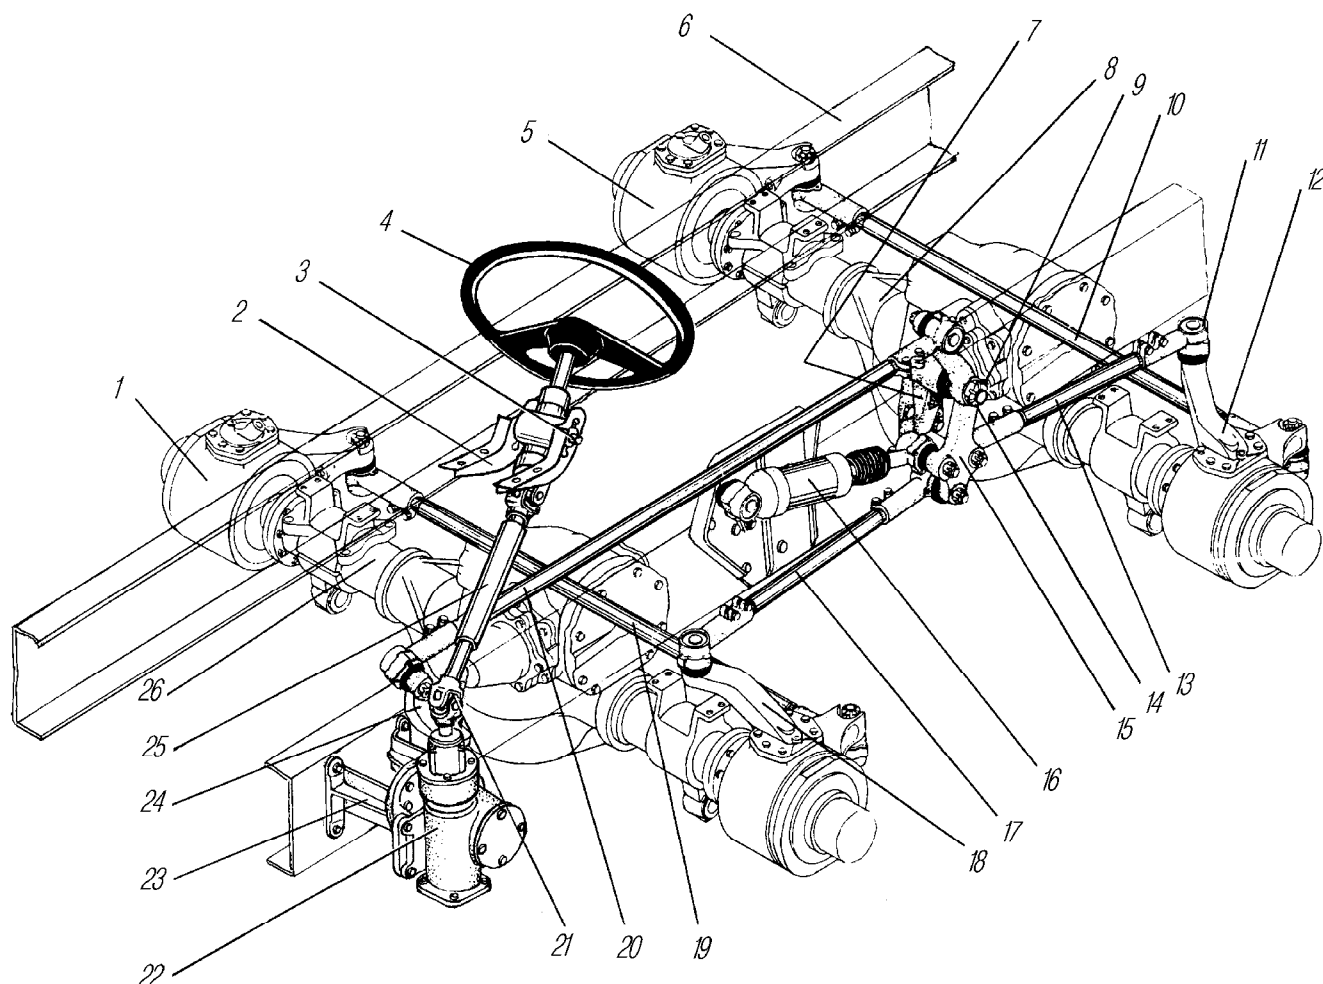
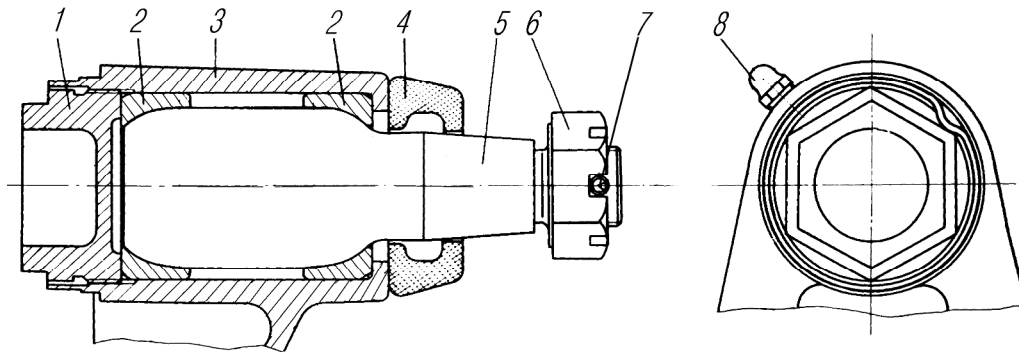
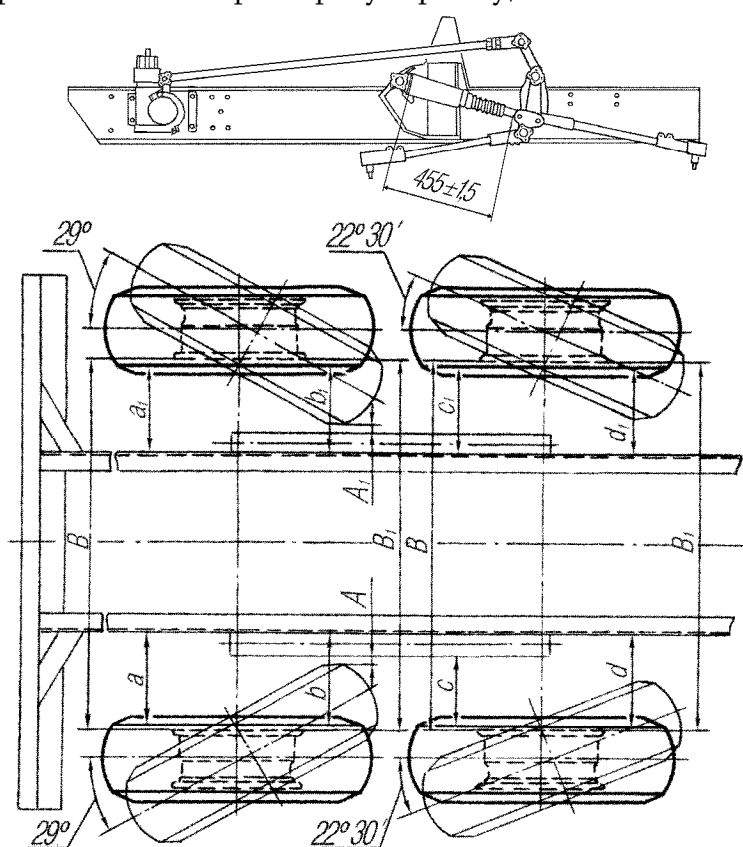

Рис. 50. Рулевое управление (без гидросистемы):
Рис. 57. Кронштейн маятникового рычага с осью:
Рис. 59. Установка управляемых колес
Рулевое управление состоит из рулевой колонки, рулевого механизма, рулевого привода и гидроусилителя (рис. 50).
В начальный момент перемещения, когда давление в гидросистеме невелико, усилие на рулевом колесе, в основном, создается за счет закручивания торсиона, который непосредственно воздействует на вал 15. Винтовое соединение при этом перемещает золотник и практически не нагружается. При смещении золотника, величина которого ограничена зазором «t» в шлицевом соединении, прекращается доступ рабочей жидкости к кольцевой канавке «f». Жидкость от насоса подается к средней канавке «е», а затем через канал «d» в корпусе и далее по трубопроводу поступает в бесштоковую полость усилительного механизма 16 (см.рис. 50).
Кронштейн маятникового рычага с осью 5 (рис. 57) вращается во вкладышах 2, установленных в кронштейне 3 по прессовой посадке. Для регулировки зазора и компенсации износа узла имеется гайка 1. Самоотвинчивание гайки предотвращается обжатием бурта кронштейна 3 на любую грань гайки. Вкладыши 2, защитное кольцо 4, гайка 6 и шплинт 7 унифицированы с аналогичными деталями реактивных штанг подвесок автомобиля. На коническую поверхность оси устанавливается маятниковый рычаг 15 (см.рис. 50), крепящийся гайкой 14, которая стопорится шплинтом 9.
Тяги 10, 13, 17, 19 (см.рис. 50) - регулируемые по длине. Шарниры рулевых тяг и усилительного механизма с кольцевыми вкладышами 9 и 10 (рис. 58). В процессе эксплуатации шарниры не регулируются. В новых шарнирах до-
Перед регулировкой рулевого механизма слить масло из рулевого механизма, отвернув сливную пробку, отсоединить трубопроводы, снять рулевой механизм 22 (см.рис. 50) с сошкой и карданным шарниром 21.
- проверить и при необходимости отрегулировать величину схождения управляемых колес первого и второго передних мостов, для чего замерить размер В (рис. 59) по бортам ободьев колес на уровне оси колеса, отметить точки замеров и, не меняя положения рулевого колеса, переместить автомобиль вперед на такое расстояние, чтобы точки замеров оказались сзади, и замерить размер В₁. Размер В₁ должен быть больше размера В на 1- 3 мм. Величину схождения регулировать изменением длины тяг 10 и 19 (см.рис. 50), предварительно ослабив болты наконечников. После регулировки болты затянуть. В случае, если наружные левые поверхности шин передних (первого и второго) мостов явно находятся не в одной плоскости, установить сначала колеса переднего первого моста в положение прямолинейного движения и отрегулировать схождение колес этого моста, затем выставить колеса переднего второго моста и отрегулировать схождение колес этого моста;
- проверить положение колес переднего первого моста. Колеса должны находиться в положении, соответствующем прямолинейному движению (разность размеров от края беговой дорожки протектора шины до стенки лонжерона рамы сзади и спереди оси колеса должна быть одинаковой для левого и правого колес ($b - a = b_1 - a_1$ с точностью 2 мм, не более, см.рис. 59). Измерения проводить на уровне 50- 100 мм выше нижних полок лонжеронов рамы. В случае, если разности размеров отличаются более, чем на 2 мм, изменением длины тяги 17 (см.рис. 50) установить колеса переднего первого моста в положение прямолинейного движения, предварительно ослабив болты наконечников. Для увеличения длины тягу вращать против часовой стрелки, если смотреть в направлении движения автомобиля вперед. В процессе регулировки может произойти смещение маятникового рычага, поэтому проверить и при необходимости откорректировать рулевым колесом положение маятникового рычага и повторить регулировку;
- при положении маятникового рычага и колес переднего первого моста, соответствующем прямолинейному движению, проверить положение колес переднего второго моста. Колеса должны находиться в положении, соответствующем прямолинейному движению ($d - b = d_1 - b_1$, см.рис. 59). Измерения проводить так же, как для первого моста. В случае, если разности размеров отличаются более, чем на 2 мм, изменением длины тяги 13 (см.рис. 50) установить колеса переднего второго моста в положение, соответствующее прямолинейному движению. Для увеличения длины тягу вращать также против часовой стрелки, если смотреть в направлении движения автомобиля вперед. При необходимости откорректировать рулевым колесом положение маятникового рычага и повторить регулировку;
Регулировку величины момента проворота оси 5 (см.рис. 57) маятникового рычага выполнять при снятом с автомобиля кронштейне маятникового рычага с осью. Ось должна быть установлена во вкладышах 2 без ощутимого осевого люфта. Момент проворота оси должен быть в пределах 4- 8 Н.м (0,4- 0,8 кгс.м). Регулировку обеспечить с помощью гайки 1. В случае проворачивания оси с большим моментом гайку отвернуть на один оборот с помощью прессы или ударом медного молотка по торцу оси сместить вкладыш 2 до упора в гайку и повторить регулировку. По окончании регулировки бурт кронштейна 3 обжечь на любую грань, как показано на рис. 57.
- установить передние (первый и второй) мосты на подставки таким образом, чтобы колеса не касались опорной поверхности, или отсоединить продольные тяги 13 и 17 (см.рис. 50) от рычагов 12 и 18 поворотных кулаков мостов;